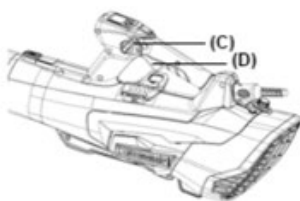

Fig 10
3. El ventilador se puede bloquear a cualquier velocidad con la palanca de fijación de velocidad (Fig. 10)